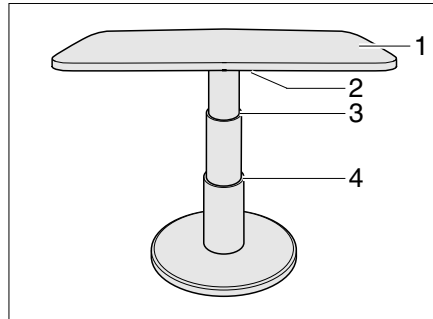

Bild 58 Hubtisch der Rundsitzgruppe
- Den Verriegelungshebel (Bild 58,2) nach links schwenken. Die Verriegelung ist offen.
- Die Tischplatte (Bild 58,1) in der Mitte bis zum gewünschten Anschlag (Bild 58,3 oder 4) nach unten drücken und gedrückt halten.